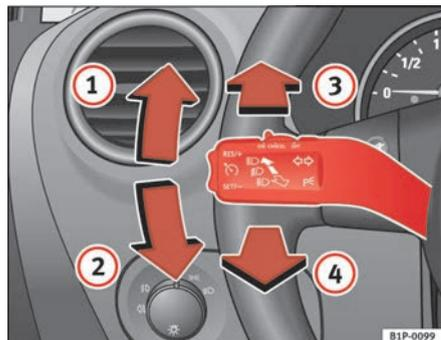

Fig. 77 Levier des clignotants et de l'inverseur-codes
- Soulevez le levier jusqu'en butée ⇒ fig. 77 ① pour actionner les clignotants **droits** ou abaissez-le jusqu'en butée ② pour actionner les clignotants **gauches**.
- Poussez le levier vers l'avant ⇒ fig. 77 ③ pour allumer les feux de route.